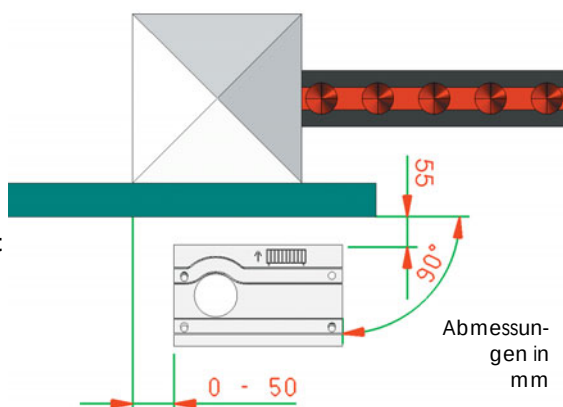

Abb. 6
2. Die Grundplatte muss gemäß Abb. 5 (Schließung rechts) oder Abb. 6 (Schließung links) positioniert werden, um ein korrektes Eingreifen zwischen Ritzel und Zahnstange zu gewährleisten.